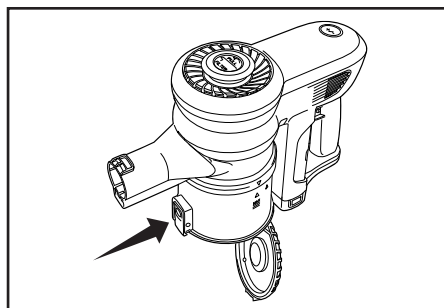

Fig. 1
3. Empuje el botón de liberación del depósito de polvo para liberar la parte inferior del depósito de polvo (Fig. 1). La base se abrirá hacia abajo y los residuos caerán en el cesto de basura.